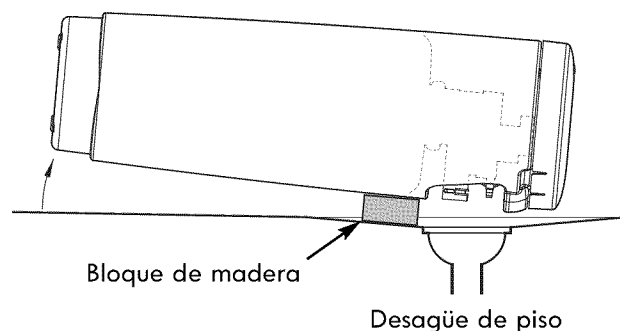

Figura 21
6. Apoye un bloque de madera de 2 pulg. (5 cm) de espesor cerca del desagüe de piso. (Vea la Figura 21.)
7. Acerque el sistema central de filtrado de agua para toda la casa al desagüe. Inclínelo en forma lenta y suave, hasta que el reborde se apoye sobre el bloque de madera, con los puertos de entrada y salida sobre el desagüe. (Vea la Figura 21.) No deje que el peso de la unidad descansa sobre las uniones de entrada y salida, porque podrían romperse.